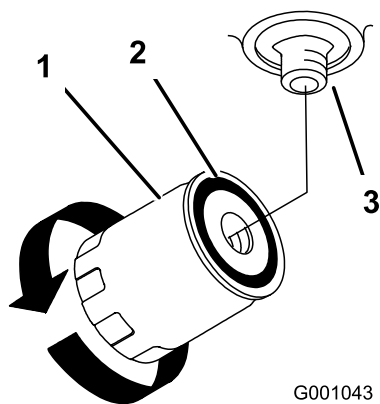

Figure 76
- Déposez le filtre usagé et essuyez la surface du joint de l'adaptateur (Figure 76).
- Montez le filtre de rechange sur l'adaptateur. Tournez le filtre dans le sens horaire jusqu'à ce que le joint rejoigne l'adaptateur, puis donnez 1/2 tour supplémentaire (Figure 76).